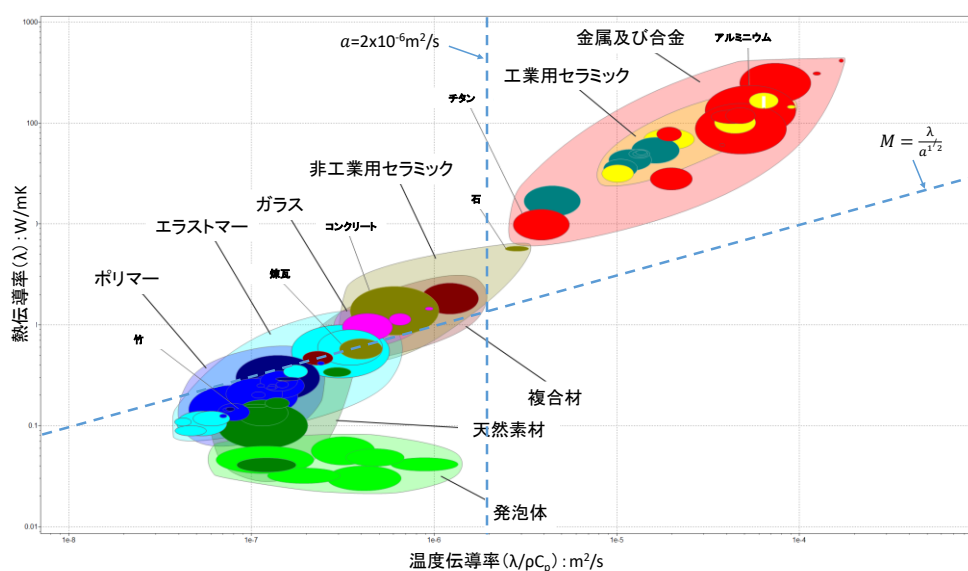
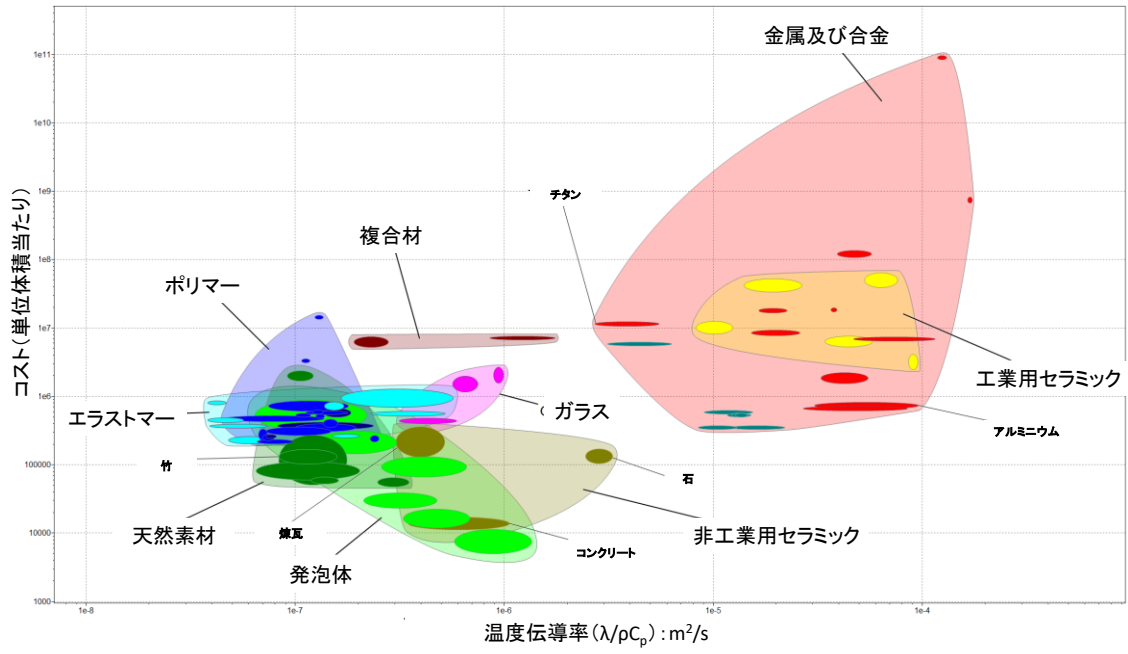

図 2 太陽熱を利用した蓄熱壁の設計指標
図3 コストと熱特性の関係
以上より導出された指標をもとに作成したのが図2の Ashby マップである。縦軸に熱伝導率 [W/mK]、横軸に温度伝導率 [m^2/s] を取り、図中に式(6)の設計指標 M と制約条件(8)を示す。式(8)は有効日照時間 ($t=6$ 時間)、壁厚 ($L=0.2\text{m}$) の場合の値を示
している。M 値は大きいほど良いので図 2 により、金属が最も良く、次いで非工業用セラミックが良いことが分かる。金属に関して、アルミニウムとチタンを記した。また、工業用セラミックに関しては経験的に壁に使用されている石、コンクリート、煉瓦の位置を示す。また、参考として天然素材の一つである竹の位置も示す。これら 6 つの材料の M 値はアルミニウム、チタン、石、コンクリート、煉瓦、竹の順に高いことが分かる。一方、式 (8) の解釈であるが図では日照時間が 6 時間で壁厚が 0.2m の時の相当温度伝導率 α の値を示した。これはこの値がベストということではなく、日照時間が 6 時間で壁厚が 0.2m という制約条件の下ではこの線より右側の材料を使用しても得られる熱量は同じということの意味している。例えば、日照時間が短く、壁厚がもっと厚くできるのであれば右側の材料の方が良いということになる。
一方、実際に材料選定を行う際に重要となるのがコストである。そこで、コストと熱特性の関係を図 3 に示す。縦軸に単位体積当たりのコスト、横軸に温度伝導率を取っている。図 2 と同様に 6 種類の材料の位置を示す。これからコスト的に優れている (安い) のはコンクリート、石、竹、煉瓦、アルミニウム、チタンの順番となる。この結果と図 2 の結果から総合的に材料選定を行うことになるが、コンクリートと石が良さそうで、条件によってはアルミニウムということも考えられる